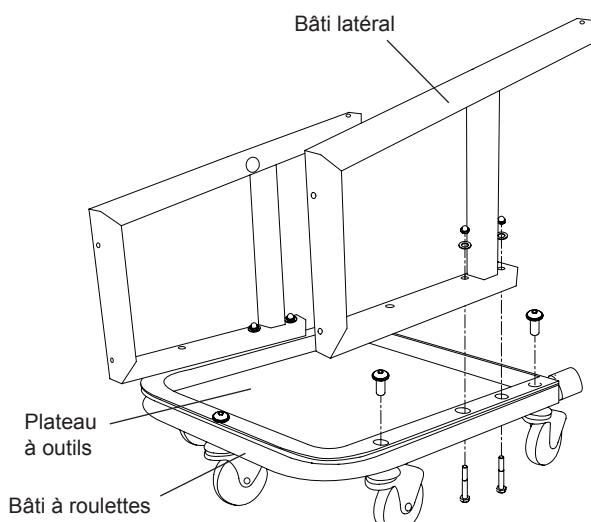

Figure 1 : Assemblage du plateau à outils et des roulettes
1. Assemblez le plateau à outils et les cinq roulettes sur le bâti à roulettes à l'aide de vis de serrage cylindrique à tête à six pans creux. Fixez ensuite les deux bâti latéraux du galet sur le bâti à roulettes avec deux corps de boulon à tête hexagonale M8 x 60, deux rondelles et deux écrous borgnes (figure 1).